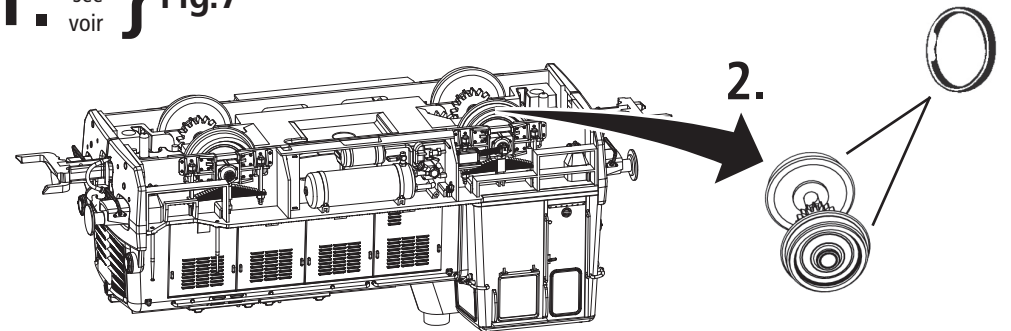

Fig. 8
3. Haftreifenwechsel: Zuerst den Getriebedeckel abnehmen (Fig. 7). Danach den **Radsatz** herausnehmen (Fig. 8) und die **Haftreifen** mit einer Nadel od. mit einem feinen Schraubendreher abziehen. Beim Aufziehen der neuen Haftreifen darauf achten, dass diese sich nicht verdrehen.
3. Change of traction tyre: Remove the gear cover (fig. 7). Take out **wheel set** (fig. 8) and remove **traction tyre** using a pin or a fine screwdriver. When pressing on the new traction tyre please **avoid twisting it**.